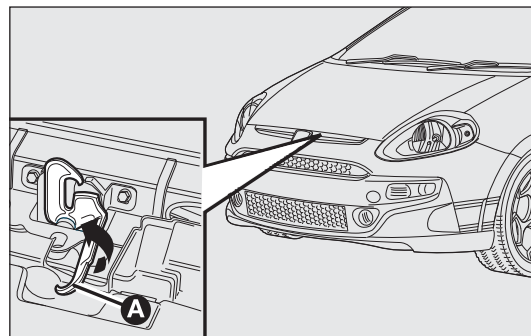

fig. 84
- ☐ tirer la manette A-fig. 84 comme indiqué sur l'illustration ;